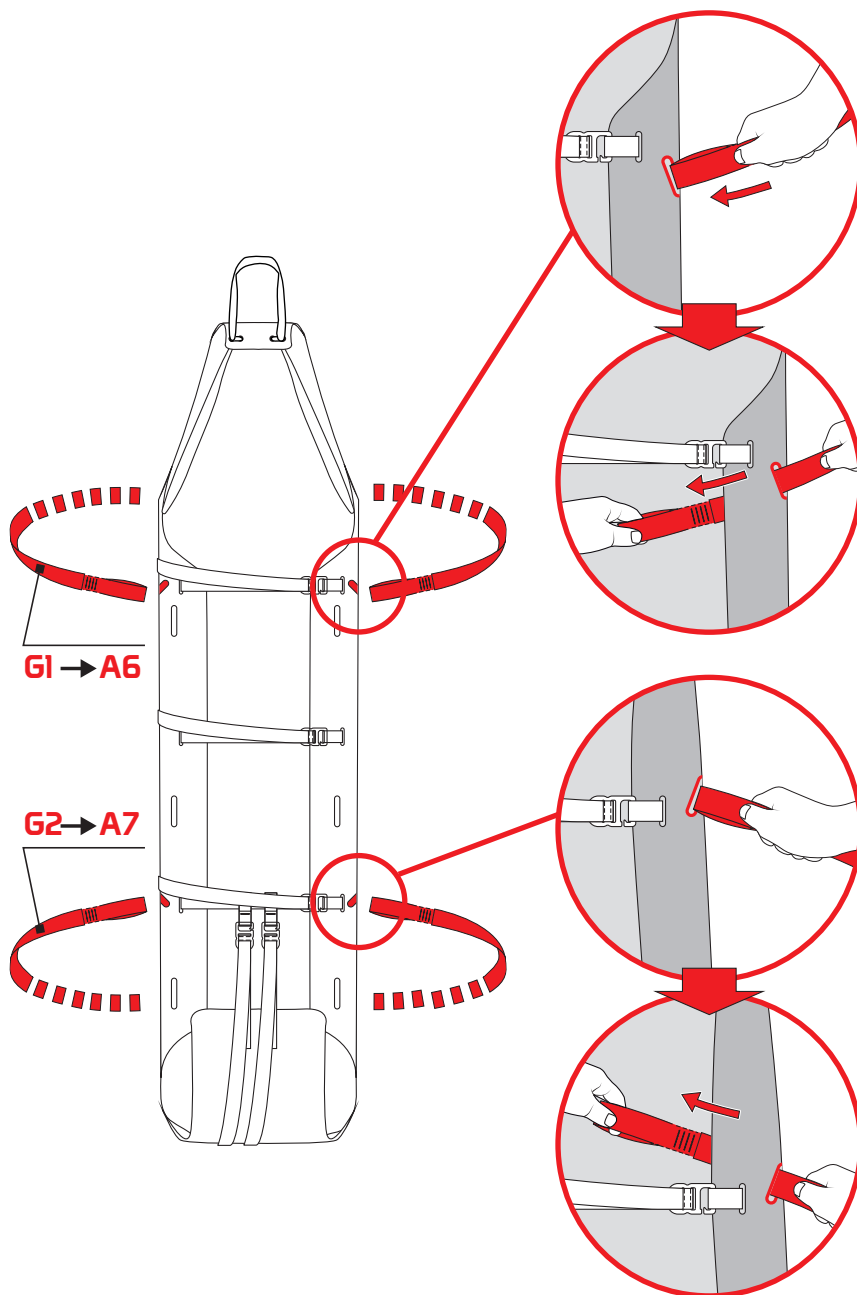

Fig.15
b) sollevamento/calata e/o trasporto mediante sospendita (G): inserire la sospendita corta (G1) nelle asole A6 e quella lunga (G2) nelle asole A7 del piano di appoggio (fig. 15),